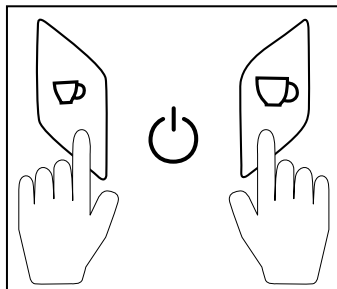

Abb. 1
- Drücken Sie die Taste Espresso ☞ ② und die Taste Lungo ☞ ④ gleichzeitig (siehe Abb. 1). Die Tasten erlöschen und das Gerät schaltet sich aus.